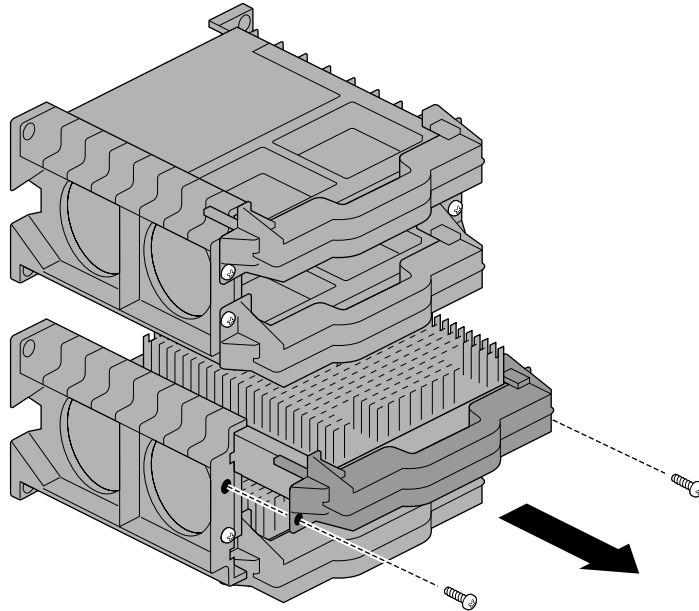

Abbildung 6-9 Deinstallation des Prozessors
6. Entfernen Sie die beiden Schrauben, die den Prozessor in der Halterung fixieren, mit einem Kreuzschraubendreher, wie in Abbildung 6-9 dargestellt.